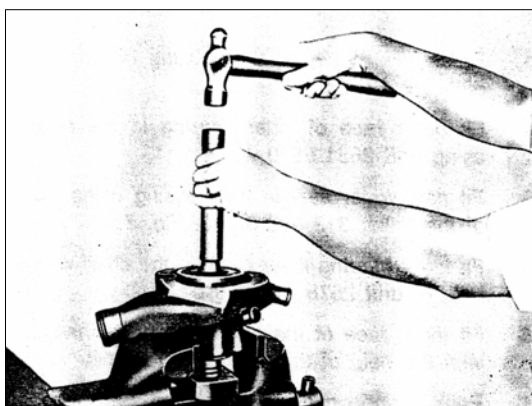

РИС. 152
7) Установите наружное кольцо внешнего подшипника, используя оправку 2654 5890 3503 и рукоятку 2640 5890 3511 (рис. 152).